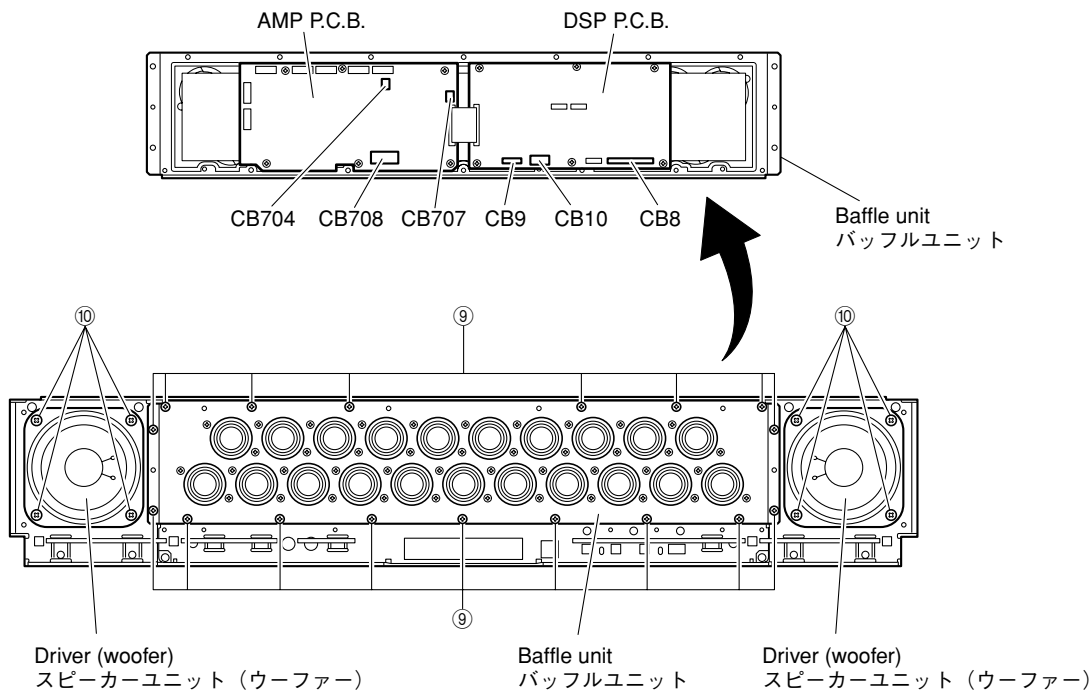

Fig. 3
- Remove 17 screws (⑨). (Fig. 3)
- Remove connectors CB8, CB9, CB10, CB704, CB707 and CB708. (Fig. 3)
- Remove the baffle unit. (Fig. 3)
- ⑨のネジ17本を外します。(Fig. 3)
- コネクタ-CB8、CB9、CB10、CB704、CB707、CB708を外します。(Fig. 3)
- バッフルユニットを取り外します。(Fig. 3)
- Remove 4 screws (⑩). (Fig. 3)
- ⑩のネジ4本を外します。(Fig. 3)